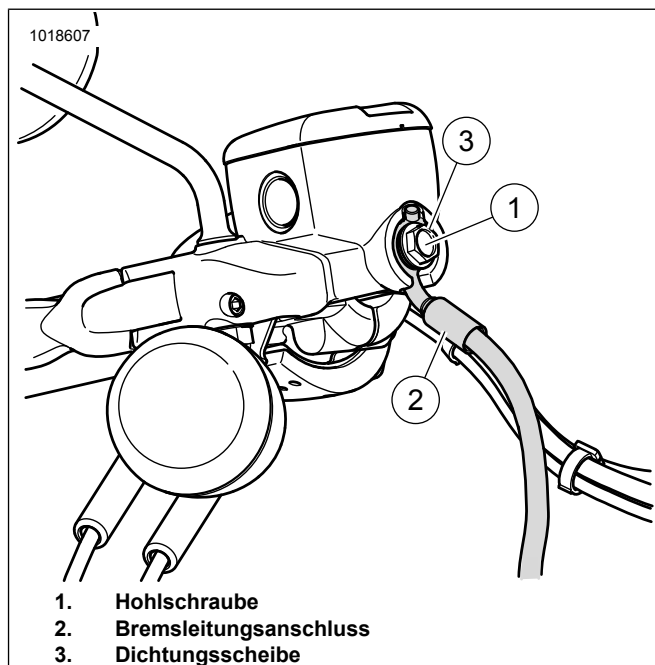
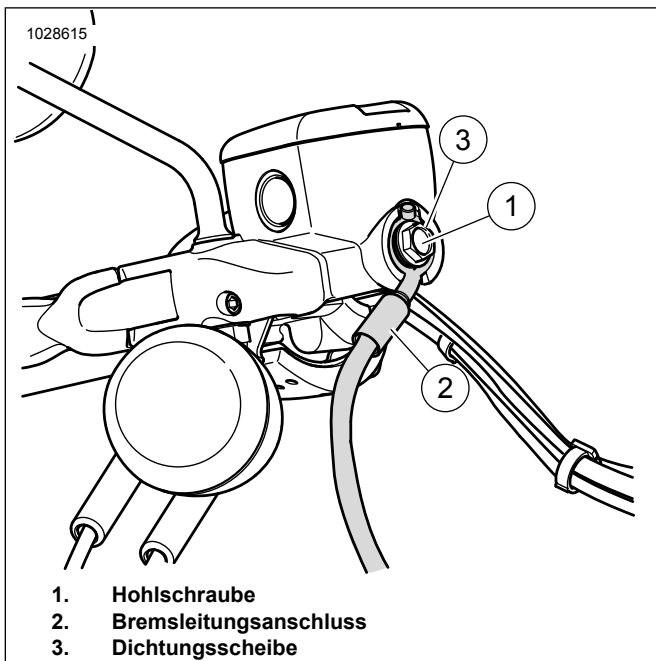

Abbildung 4. Bremsleitungsanschluss, Hohlschraube und Dichtung
Abbildung 5. Bremsleitungsanschluss, Hohl- und Dichtungsschraube
- a. Siehe Abbildung 4 und Abbildung 5. Zu beachten ist, dass der Bremsleitungsanschluss (3) nach innen zeigt. Die Hohlschraube (1) entfernen. Zur späteren Wiederverwendung aufbewahren. Dichtungsscheiben (2) entfernen. Die Dichtungsscheiben entsorgen. Bremsleitungsverteiler an der unteren Gabelhalterung lösen.